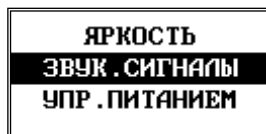

Рисунок 13
6.4.2.8 Пункт «ЗВУКОВЫЕ СИГНАЛЫ», рисунок 13, позволяет управлять громкостью звуковых сигналов, сопровождающих нажатие кнопок, и сигналов, свидетельствующих о каких-либо событиях или нештатных ситуациях, требующих реакции пользователя (включение-выключение, низкий уровень заряда АКБ, неисправность и т.п.).